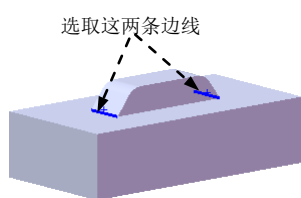

图 17.12.8 选取倒圆角 2 放置参照
Step5. 创建倒圆角 2。选取图 17.12.8 所示的两条边线为圆角放置参照，圆角半径值 1.0。